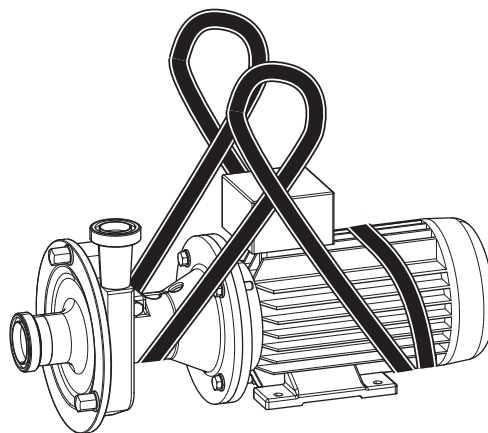

fig. 13 Transport med slynge, vist på byggeform FSPE som eksempel
1. Læg slyngen to gange om motorens bagerste ende. Læg den ikke over ventilatorkappen. Se fig. 13 „Transport med slynge, vist på byggeform FSPE som eksempel“.